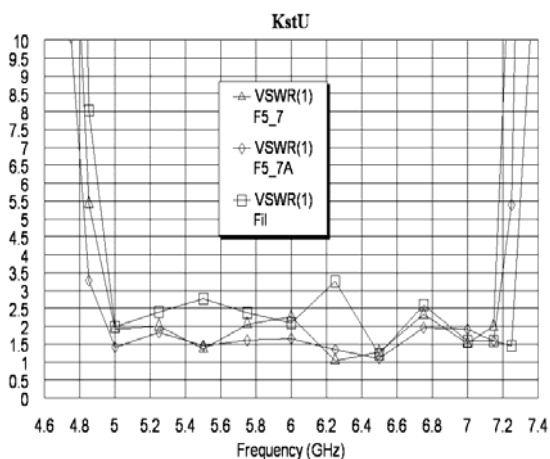

Рис. 3.184
9. Дважды щёлкните мышкой по пятому резонатору, установите курсор на ромбик посередине левой стороны и сдвиньте эту сторону на 0.05 мм вправо, сделав ширину среднего резонатора 0.35 мм. Выделите первые четыре резонатора, нажав клавишу **Shift** и щёлкая по ним мышкой. Сдвиньте эти резонаторы вправо на 0.05 так, чтобы расстояние между четвёртым и пятым резонаторами было равно 0.45 мм. Дважды щёлкните по четвёртому резонатору, установите курсор на ромбик посередине левой стороны и сдвиньте эту сторону на 0.05 мм вправо, сделав ширину среднего резонатора 0.4 мм. Выделите первые три резонатора и сдвиньте эти резонаторы вправо на 0.1 так, чтобы расстояние между третьим и четвёртым резонаторами было равно 0.4 мм. Дважды щёлкните по шестому резонатору, установите курсор на ромбик посередине правой стороны и сдвиньте эту сторону на 0.05 мм влево, сделав ширину этого резонатора 0.4 мм. Выделите седьмой, восьмой и девятый резонаторы, сдвиньте эти резонаторы на 0.1 влево, чтобы расстояние между шестым и седьмым резонаторами было равно 0.4 мм. Дважды щёлкните по верхнему заземляющему проводнику и сдвиньте его левую сторону вправо до первого резонатора, затем сдвиньте правую сторону влево до последнего резонатора. То же самое сделайте с нижним заземляющим проводником, совместив его крайние стороны со вторым и предпоследним резонаторами. Дважды щёлкните по входному проводнику и соедините его правую сторону с первым резонатором, затем соедините выходной проводник с последним резонатором. Сделайте активным окно графика **KstU** и щёлкните по значку **Analyze** на панели инструментов. Рассчитанный график показан на рис. 3.184. Согласование можно ещё улучшить, если сделать следующее.
Щёлкните по входному проводнику и соедините его правую сторону с первым резонатором, затем соедините выходной проводник с последним резонатором. Сделайте активным окно графика **KstU** и щёлкните по значку **Analyze** на панели инструментов. Рассчитанный график показан на рис. 3.184. Согласование можно ещё улучшить, если сделать следующее.